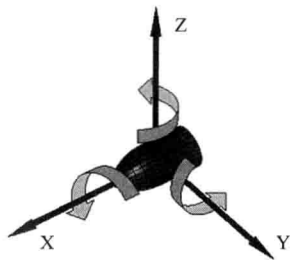

图 0-1 自由度
(2) 自由度 一个不被约束的刚性物体在空间坐标系中具有 6 个自由度:3 个为平移自由度,3 个为转动自由度。如图 0-1 所示,它能够沿 X、Y 和 Z 轴移动,并绕 X、Y 和 Z 轴转动。